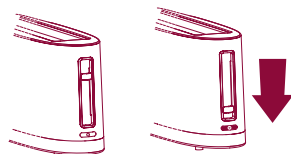

Abb. 5
- 3 Bewegen Sie den Brotheber nach unten, um das Gerät einzuschalten. Es schaltet sich die Leuchtanzeige von Taste CANCEL ein (Abb. 5). Wenn der Brotheber nicht unten bleibt, ist zu kontrollieren, dass der Netzstecker an die Netzsteckdose angeschlossen ist.